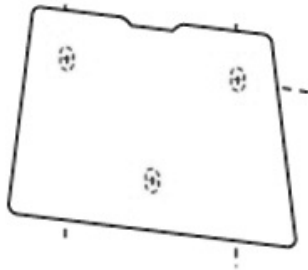

Abb. 5
1. Richten Sie die Halterung (14) an der Wand aus, wo Sie die Löcher bohren werden. Zeichnen Sie mit einem Stift die 3 Löcher an (siehe Abb. 5).